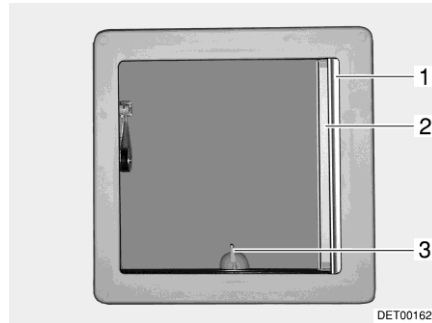
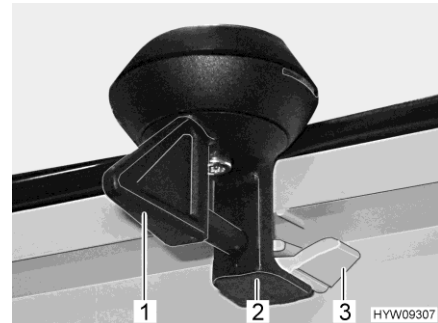

Bild 75 Kipp-Dachhaube
Bild 76 Verriegelung (Kipp-Dachhaube)
- Den Hebel (Bild 75,3 bzw. Bild 76,1) eine viertel Umdrehung drehen.
- Den Hebel eine viertel Umdrehung drehen. Die Verriegelung (Bild 76,2) muss in die untere Raste (Bild 76,3) gleiten.
Schließen: ■ Faltverdunklung (Bild 75,1) ausziehen und an gewünschter Position loslassen. Die Faltverdunklung bleibt in dieser Position stehen.
Schließen: ■ Insektenschutzrollo (Bild 75,2) ausziehen, bis es an der Verriegelung an der gegenüberliegenden Seite einrastet.